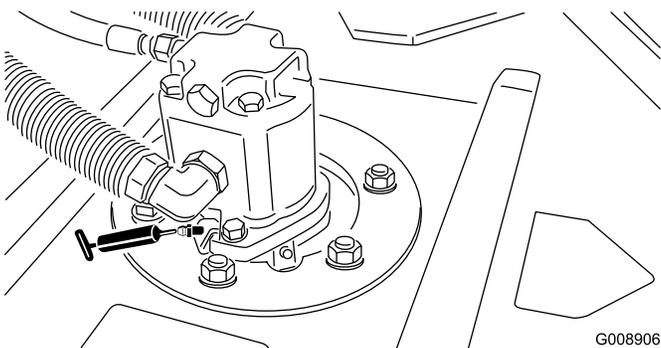

図 40
- ・ カuttingユニットのスピンドル・シャフトのベアリング (各Cuttingユニットに1ヶ所) (図 40)